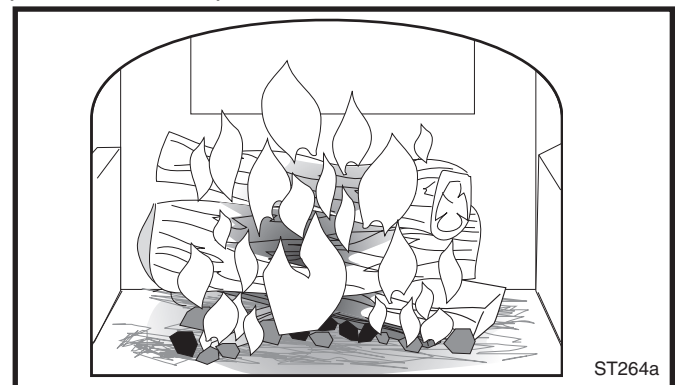

Fig. 41 Ajoutez des bûches pleine grandeur quand la braise à une profondeur de 75mm (3po).
- Mettez le charbon de bois au milieu du foyer, comme l'indique la Figure 41, puis remplissez de bûches (des petites), en mettant les brindilles fendues en premier lieu. Augmentez la quantité de la charge dans le poêle comme vous le jugez nécessaire et en fonction des besoins de chauffage de votre maison.